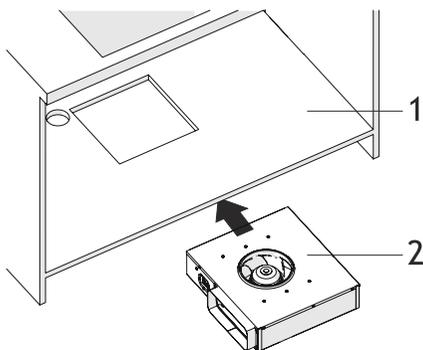

Fig. 22
7. ➔ Inserire la scatola del motore nell'armadio (Fig. 22).